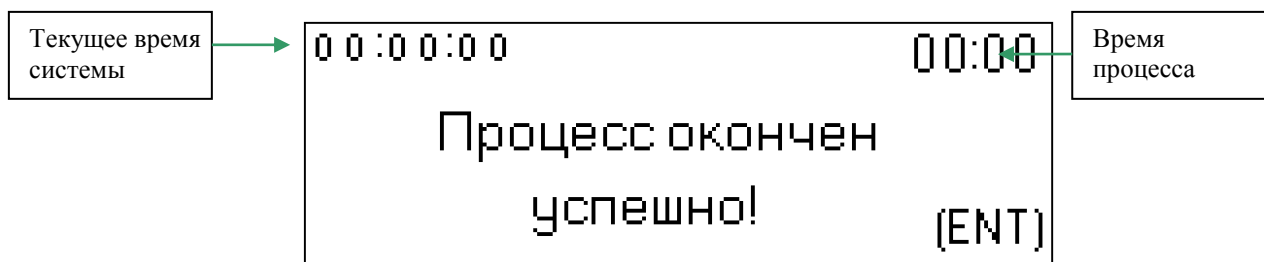

Рис. 14
7.14. После прохождения всех этапов, цикл стерилизации автоматически завершается, раздается звуковой сигнал, на экране появляется надпись: «Процесс окончен успешно» (рис. 14). Это означает что цикл стерилизации закончен. Для прерывания звукового сигнала необходимо нажать клавишу «ENT».